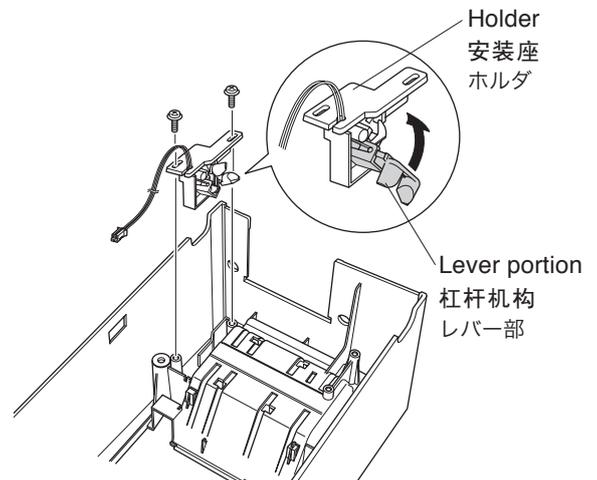

Fig.3 Setting the Near End Switch
- ② Turn over the case that you removed.
- ③ As shown in Fig. 3, hold the near end switch with the lever portion flipped toward the holder. Position the two oblong holes in the holder with the boss positions in the case and insert them into the case.
- ④ Loosely fasten the screws. Then, move the near end switch so that the V marked in the oblong hole in the front is positioned in the center of the screw.
- ⑤ Firmly tighten the screws.
- ① 取出4个螺丝，取出打印机外壳。取外壳时，稍用力将电源开关旁的壳往外推以免被该开关别住。
- ② 将取出的外壳翻转。
- ③ 如图3所示，将带杠杆机构的纸将尽开关轻放入安装位置。用机盖上的两个突起位置将两个椭圆形孔定位，放入外壳里。
- ④ 上好螺丝，不要太紧。然后，移动纸将尽开关，让前端椭圆形孔的V形标记定位于螺丝的中间。
- ⑤ 上紧螺丝
- ② 取り外したケースを裏返してください。
- ③ ニアエンドスイッチは図3のようにレバー部をホルダ側へ倒した状態で持ち、ホルダ部の2つの長穴をケース本体のボスの位置に合わせるようにして、ケース内に入れてください。
- ④ ネジを緩く締めてから手前の長穴に表記されているVの文字がネジの中心位置になるようにニアエンドスイッチを移動させてください。
- ⑤ ネジをしっかり締めて固定してください。